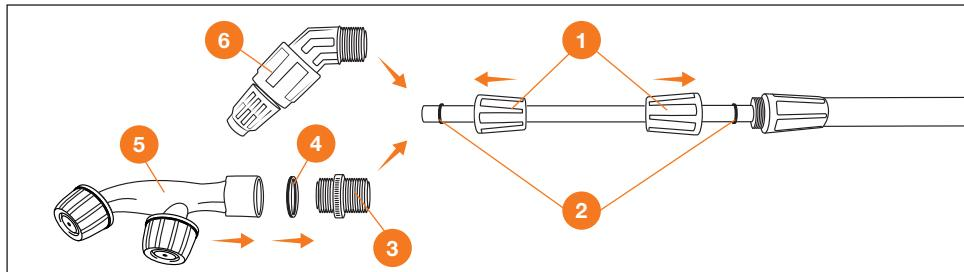

Рис. 4
- Для присоединения распылительной регулируемой насадки **6** установите резиновую круглую прокладку **2** присоедините насадку и закрепите фиксирующей гайкой **1** (Рис. 4).
- Для присоединения двойной распылительной насадки **5** установите плоскую резиновую шайбу **4** и закрепите муфтой **3**, присоедините муфту к телескопической штанге (Рис. 4).
4. Для регулировки длины телескопической штанги ослабьте фиксирующую гайку **1**, установите требуемую длину и зафиксируйте гайкой (Рис. 4).